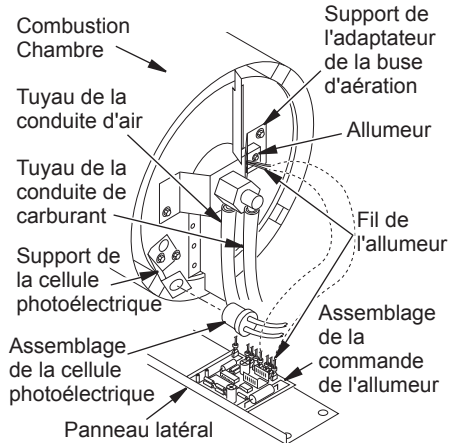

Figure 21 - Débranchement des fils de l'allumeur de l'assemblage de la commande d'allumage
4. Débranchez les fils d'allumage de l'assemblage de la commande d'allumage (voir figure 21). Tirez sur les fils d'allumage par le trou de la partie inférieure de l'habillage.
5. Débranchez le tuyau de la conduite de carburant et le tuyau de la conduite d'air. Retirez la cellule photoélectrique de son support (voir figure 21).